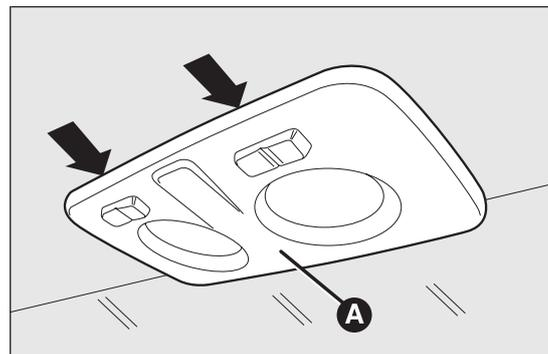
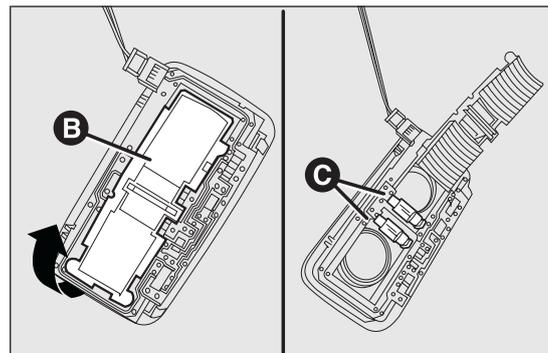

fig. 159
fig. 160
- agire nei punti indicati dalle frecce e rimuovere la plafoniera A fig. 159;
- aprire lo sportellino di protezione B fig. 160;
- richiudere lo sportellino B fig. 160 e fissare la plafoniera A fig. 159 nel proprio alloggiamento accertandosi dell'avvenuto bloccaggio.